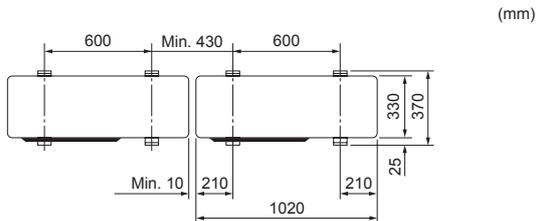

Fig. 3-1
- Pārliecinieties, ka iekārta tiek uzstādīta uz spēcīgas, līdzenas virsmas, lai novērstu rībēšanas radītu troksni darbības laikā. (Fig. 3-1)